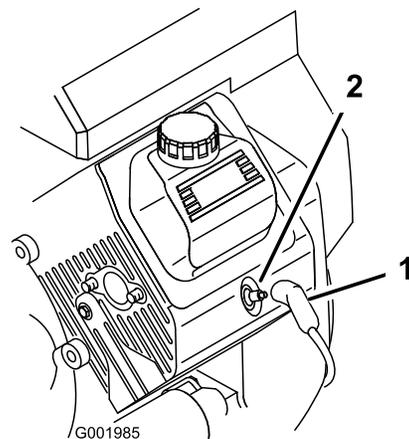

図 52
3. 点火プラグのコードが抜けているのを確認する (図 52)。
3. 点火コードを取り付ける(図 52)。